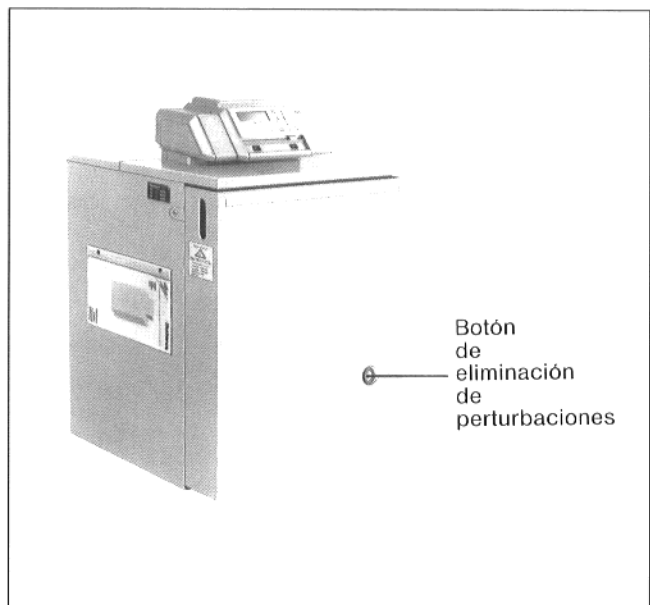

Fig. 5: Botón de eliminación de perturbaciones en la caldera G-205 U
- Al encenderse la lámpara testigo en el botón de eliminación de perturbaciones en el quemador (fig. 5), pulsar el botón de eliminación de perturbaciones.